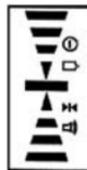

Fig. 6
- 1) Mettez l'appareil en fonction en appuyant sur l'interrupteur. Tous les segments d'indication seront visibles sur l'affichage ACL pendant une demi-seconde (Fig. 6). L'appareil est prêt à l'emploi lorsque les segments d'indication ne sont plus affichés.